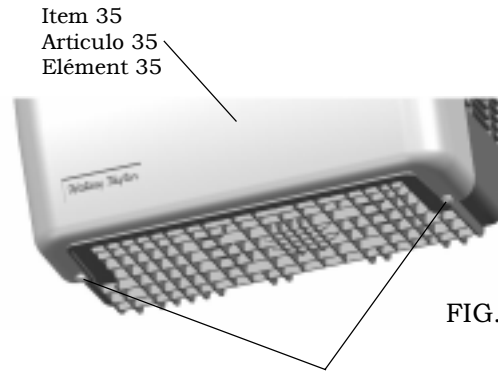

FIG. 4
- 4) Remove the two (2) screws holding the bottom cover at the bottom of cooler. (Shown in FIG. 4) Remove the bottom cover by pulling straight down and set aside.
- 4) Desmonte los dos (2) tornillos que sujetan la tapa a la parte inferior del enfriador (que se muestran en la Fig. 4) Retire la tapa inferior tirando en forma recta hacia abajo y déjela a un lado.
- 4) Retirez les deux vis maintenant le capot inférieur et situez sous le refroidisseur. (Indiqué sur la Figure 4). Retirez le capot inférieur en tirant vers le bas et mettez de côté.
To access the refrigeration system and plumbing connections, remove two screws (Item 49) to remove bottom cover (Item 35). See Fig. 4.
Para acceder al sistema de refrigeración y las conexiones de empalmes, desmonte los dos tornillos (Artículo 49) para retirar la tapa inferior (Artículo 35). Vea la Fig. 4.
Pour accéder au système de réfrigération et à la plomberie, retirez les deux vis (Élément 49) afin d'enlever le capot inférieur (Élément 35). Voir figure 4.